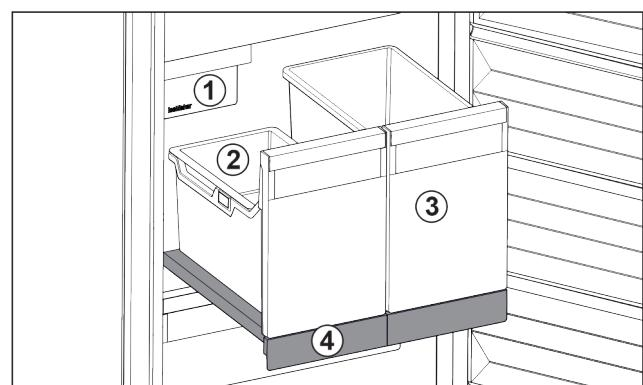

Fig. 95 Auszugsbord mit IceTower
- (1) IceMaker
- (2) Einhängegeschale für Eiszürfel
- (3) Behälter für z. B. Pizza, alkoholische Getränke
- (4) Auszugsbord
Auf dem Auszugsbord sind zwei hohe Behälter (IceTower). Im Behälter Fig. 95 (2) werden Eiswürfel aus dem IceMaker gesammelt und gelagert. Behälter Fig. 95 (3) eignet sich für die Lagerung von hohen Lebensmitteln wie Pizzen oder alkoholischen Getränken.